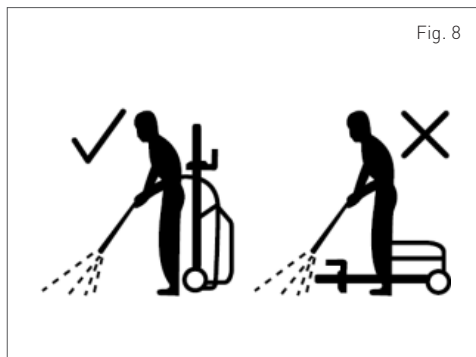

Fig. 8
(7) Conectar a Mangueira à entrada de água. Encaixe o adaptador de mangueira (macho) na entrada de água (fêmea) e rode até encaixar (fig.8).
Mantenha uma distância de pelo menos 30cm ao usar o jato para limpar superfícies pintadas para evitar danos. Certifique-se que o botão interruptor esteja na posição OFF e insira a ficha na tomada. A Lavadora deve ser usada em uma superfície estável numa posição vertical (fig.8).